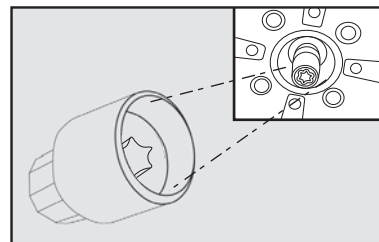

fig. 9
- Algumas versões dispõem de dispositivo antifurto para a roda sobressalente. Retirar da bolsa ou suporte de ferramentas, conforme a versão, a chave soquete **fig. 9**, que destrava o mecanismo antifurto.
O destravamento do estepe deve ser realizado encaixando a extremidade do soquete **fig. 9** no mecanismo de retenção da roda e a outra extremidade na chave de roda fornecida com o veículo, para posteriormente girar todo o conjunto em sentido anti-horário.